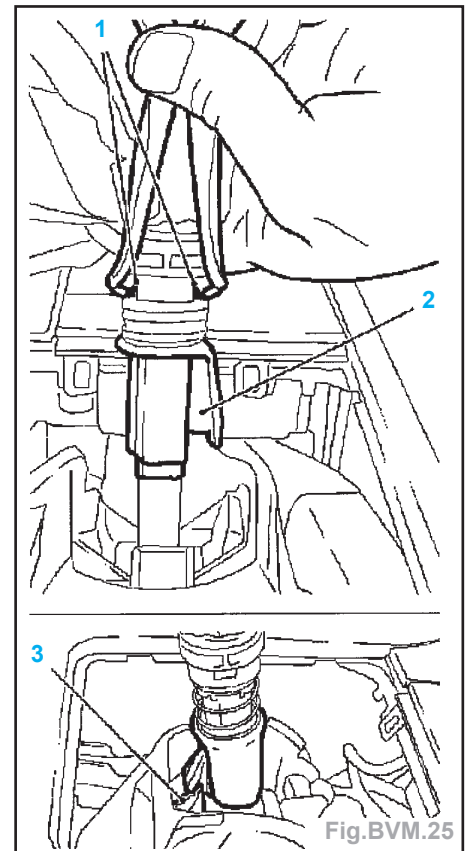
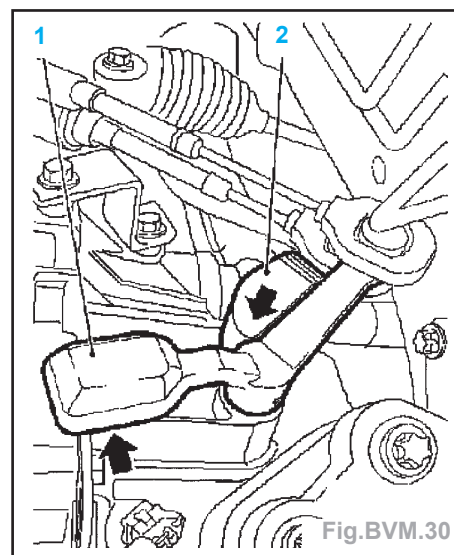

Fig.BVM.25
Fig. BVM.30
- Fixer le levier de sélection en position de réglage (Fig.BVM.25) :
- comprimer les ergots d'enclenchement (1) avec une pince jusqu'à ce que la cale d'arrêt (2) saute vers le bas,
- fixer le levier de passage en position de ralenti 1/2 avec une cale en bois sur le support (3).
- Retirer l'outil **KM-527-A** (1).
- Réassembler le levier de vitesses (Fig. BVM.25) :
- Fixer le levier de sélection en position de réglage (Fig. BVM.25) :
- tirer le levier de passage vers l'arrière et le fixer avec une cale sur le support (3).
- Engager une vitesse sur la boîte en comprimant le levier de renvoi (1) vers l'arrière (Fig. BVM.30).